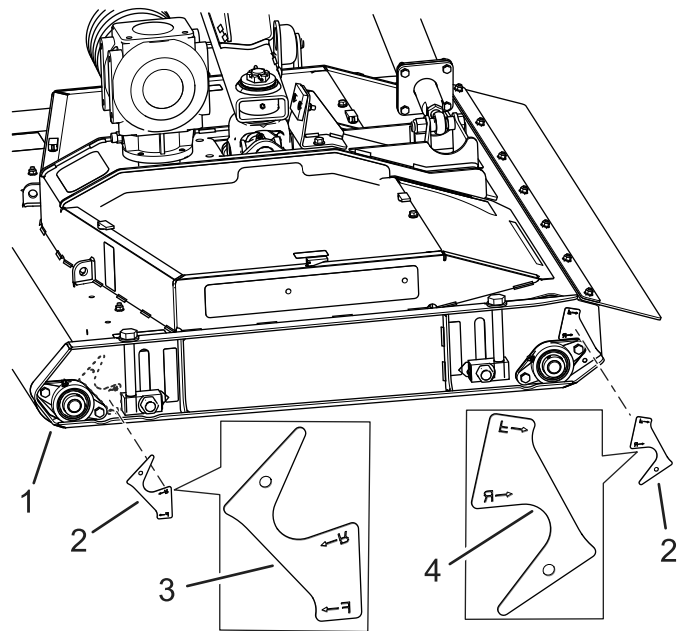

Bild 1
- Richten Sie die Schablone wie in Bild 1 dargestellt aus und markieren Sie die Löcher.